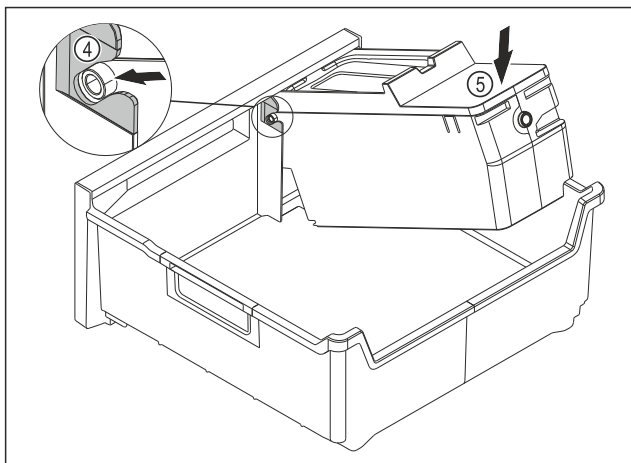

Fig. 86
- ▶ Montaż korpusu EasyTwist-Ice: Wsunąć osie korpusu EasyTwist-Ice w prowadnice Fig. 86 (4).
- ▶ Docisnąć korpus EasyTwist-Ice Fig. 86 (5) z tyłu do dołu.